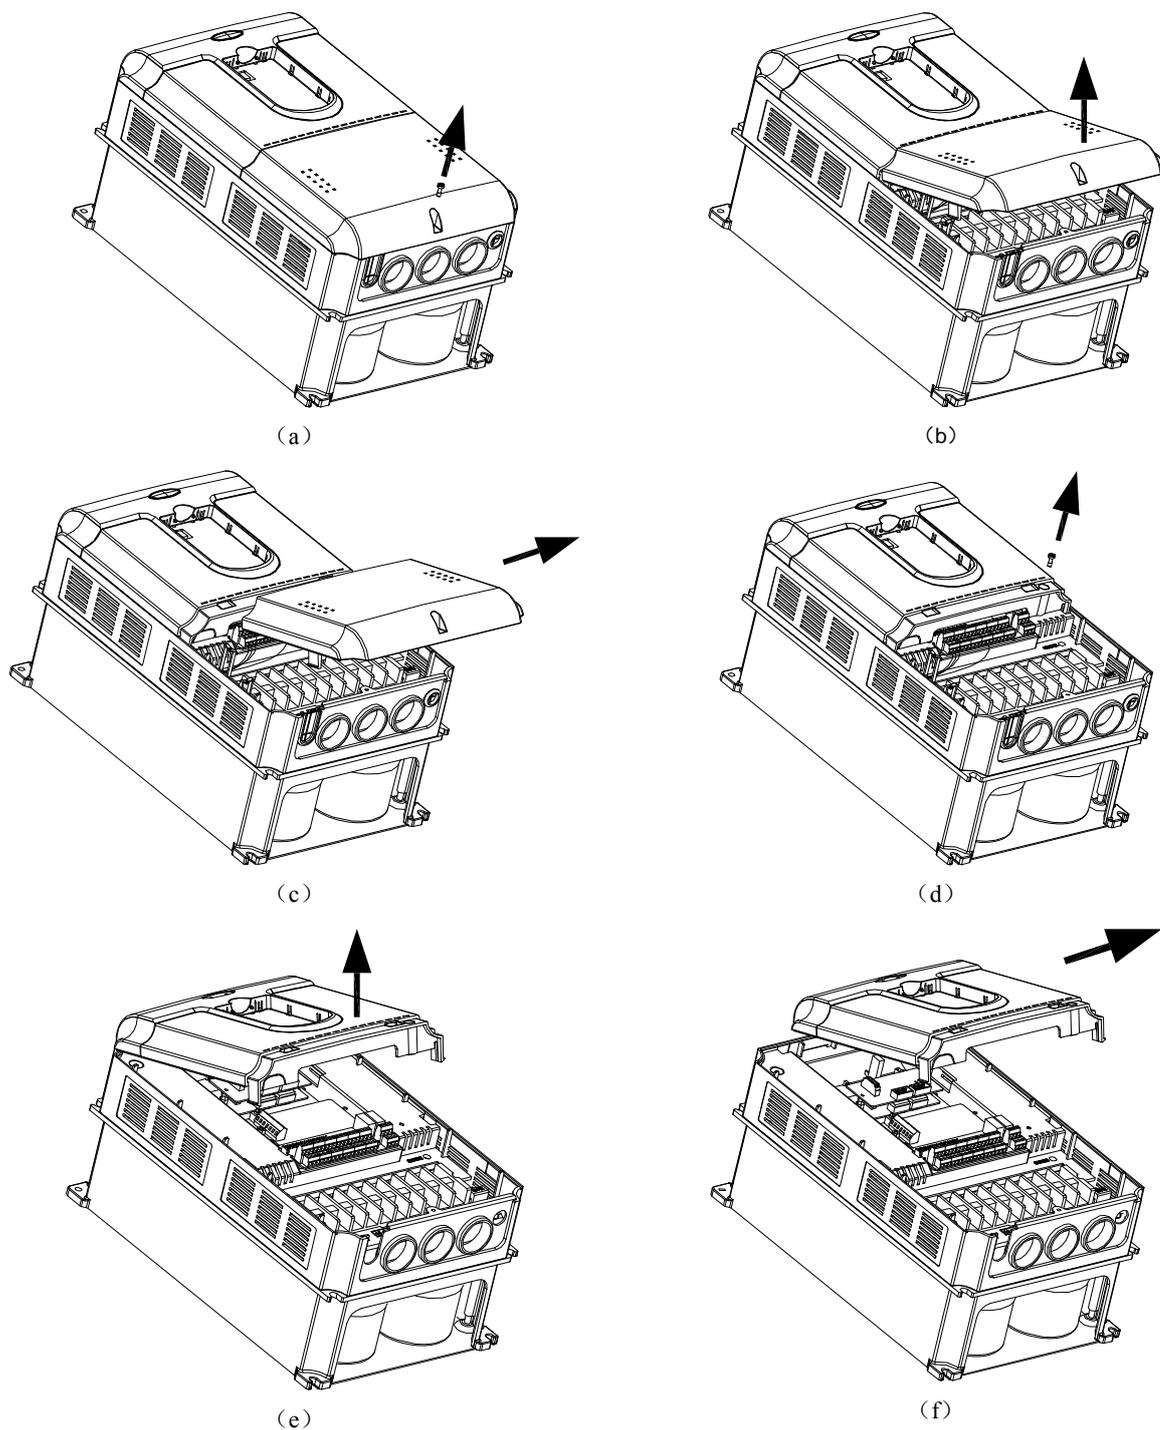

图3-6 塑胶盖板的拆卸和安装示意图
EV5000 22kW 及其以下功率等级变频器由两块塑胶盖板拼装在一起，请对照机型，参照图 3-6，按下列步骤安装和拆卸。在进行盖板的拆卸和安装前，请取下操作面板。
- 1) 卸下底部盖板下方处螺钉，如图 3-6 (a) 所示；
- 2) 揭开底部盖板，如图 3-6 (b) 所示；
- 3) 取下底部盖板，如图 3-6 (c) 所示；
- 4) 卸下顶部盖板下方处螺钉，如图 3-6 (d) 所示；
- 5) 揭开顶部盖板，如图 3-6 (e) 所示；
- 6) 取下顶部盖板，如图 3-6 (f) 所示